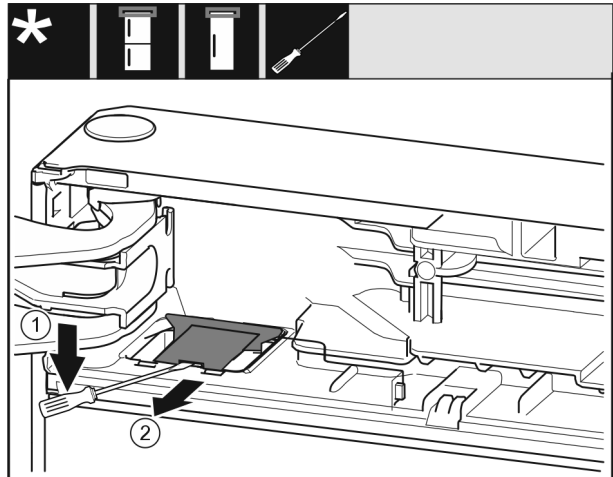

Fig. 10
- Vapauta suojus uraruuvimeisselillä ja nosta sitä ylös. Fig. 10 (1)
- Ota suojus ulos. Fig. 10 (2)